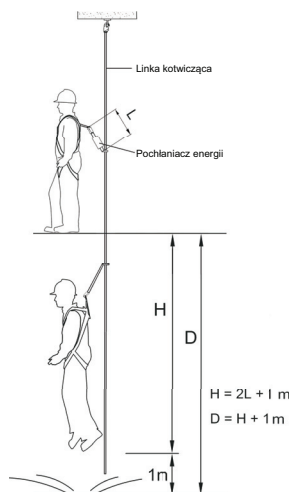

Fig. 1 Odległość zatrzymania i prześwit
- Maksymalną odległość zatrzymania H i minimalny prześwit zatrzymania upadku D podano na rys. 1 (L to długość pochłaniacza energii).